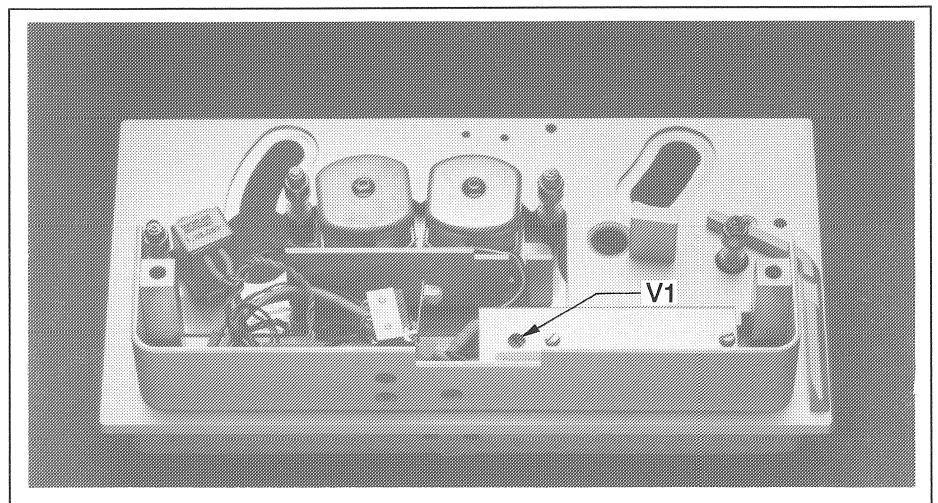

Fig. 4.13
- Mit Potentiometer CROSSTALK V1 (Vorverstärker im Kopfräger Fig. 4.13) mit Schraubendreher Grösse 1 auf minimales Übersprechen abgleichen.